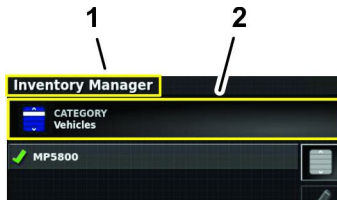

図 98
5. エクスポートしたい情報の種類製品、カスタムノズル、現場、作業、現場境界、AB ライン、カーブが区分アイコンに表示されない場合には、カテゴリ区分アイコンを押す 図 98。